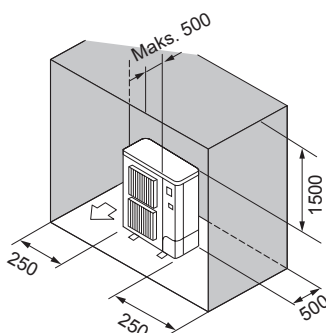

Fig. 2-11
- ⑥ Kun forhindringer bagved, i siderne og ovenover (Fig. 2-11)